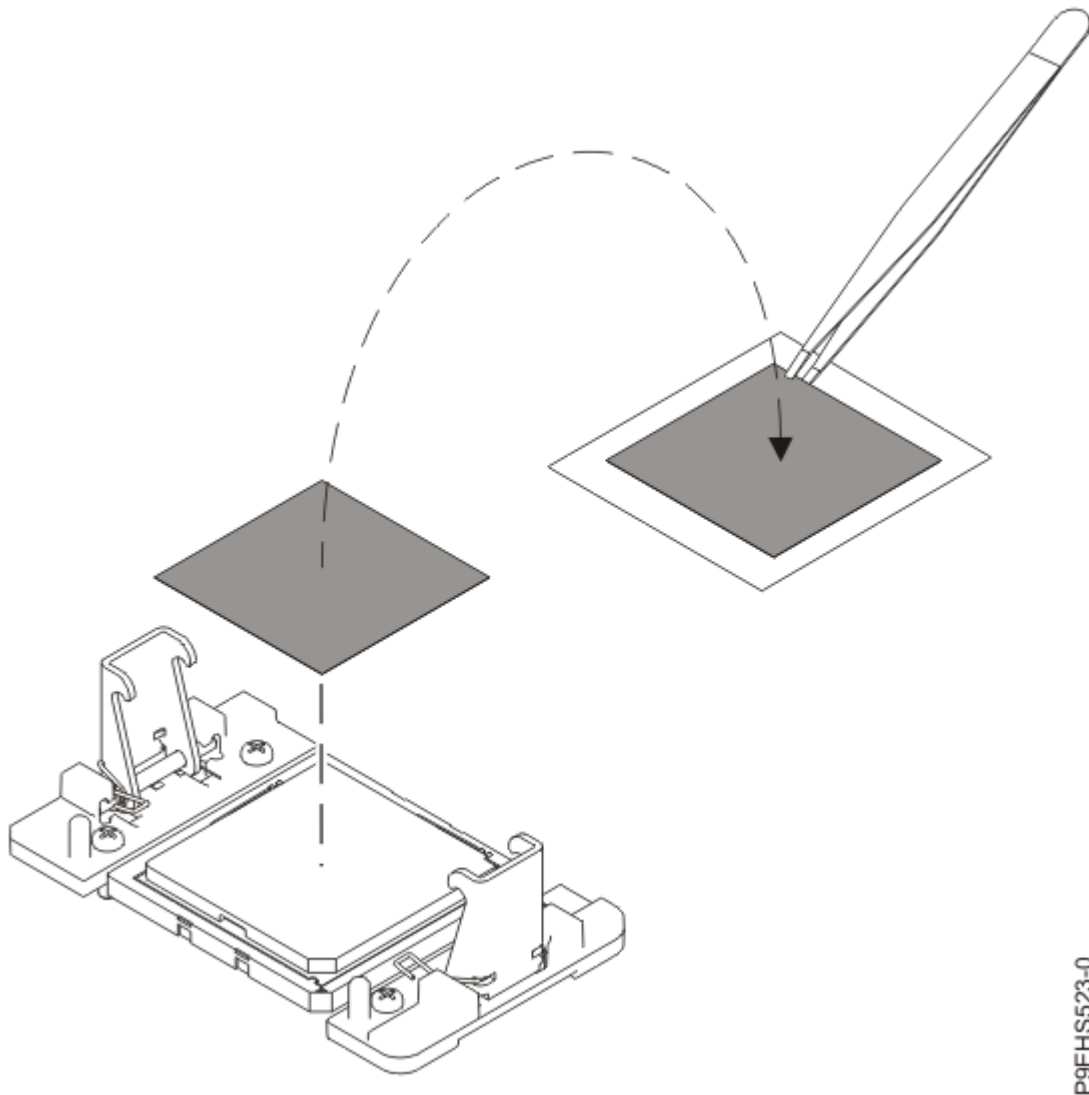

Figura 143. Extracción del TIM del módulo del procesador del sistema
5. Con unas pinzas, extraiga con cuidado el TIM de la parte superior del módulo del procesador del sistema y póngalo en una superficie limpia y seca, tal como se muestra en la Figura 143 en la página 161.